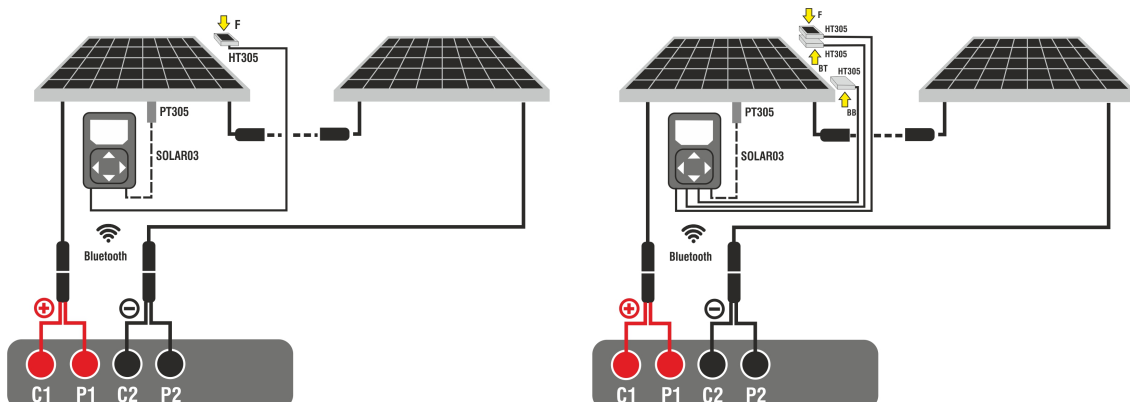

Abb. 39: Verbindung mit Fernstation SOLAR03 an Monofazialen und Bifazialen Modulen.
- Verbinden Sie das Instrument und die Fernstation SOLAR03 mit dem zu testenden Modul/String wie in Abb. 39 gezeigt. Insbesondere:
- **Bei Bifazialen Modulen** → platzieren Sie die 3 **Referenzzellen HT305** auf der vorderen Ebene des Moduls (**F**), auf dem oberen hinteren Teil (**BT=BackTop**) und auf dem unteren hinteren Teil (**BB=BackBottom**) des Moduls. Verbinden sie die vordere Bezugzelle (F) am Eingang „**INP1**“, die Bezugzelle BT am Eingang „**INP2**“, die Bezugzelle BB am Eingang „**INP3**“ und **eventuell** die Temperaturprobe **PT305** am Eingang „**INP4**“ der Fernstation.